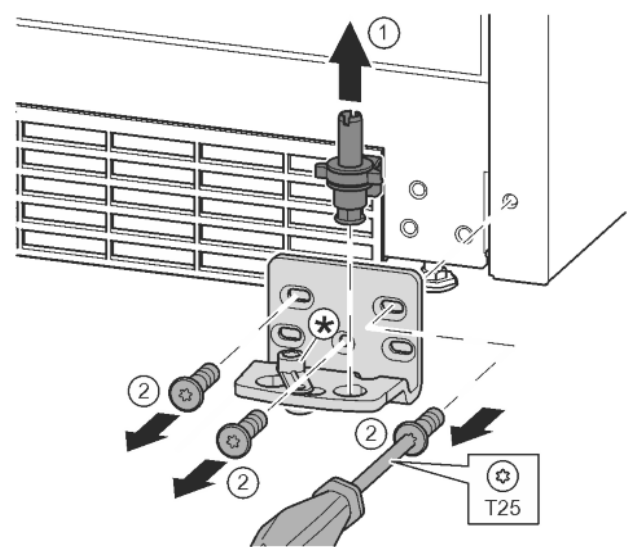

Fig. 14
- ▶ Опорный палец полностью извлечь движением вверх. Fig. 14 (1)
- ▶ Открутить винты отверткой T25 и снять опорный кронштейн. Fig. 14 (2)